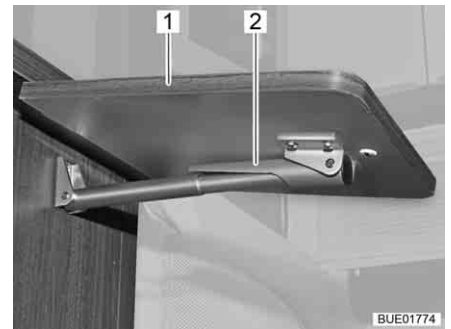

Bild 131 Klappbord till köksbänk, upplåst
- Lyft lätt klappbordet till köksbänk (Bild 131,1). Med den andra handen trycker du fästet (Bild 131,2) vid teleskophållaren uppåt.